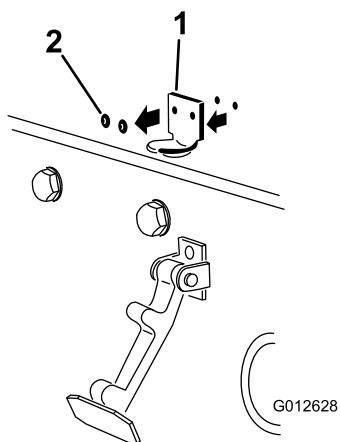

図 15
2. フードラッチのブラケットをフードに固定しているリベット2本を外し図 15 フードからフードラッチのブラケットを取り外す。